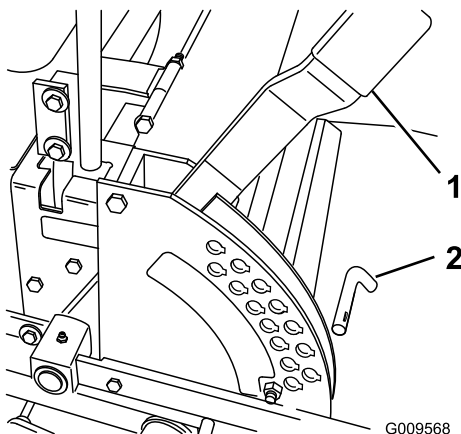

Figura 19
1. Levante la palanca de ajuste de la altura de corte a la posición de transporte, que es también la posición de altura de corte de 5 pulgadas (127 mm) (Figura 19).
3. Seleccione el taladro del soporte de altura de corte que corresponde a la altura de corte deseada, e inserte el pasador (Figura 19).
2. Para ajustar la altura de corte, retire el pasador del soporte de altura de corte (Figura 19).